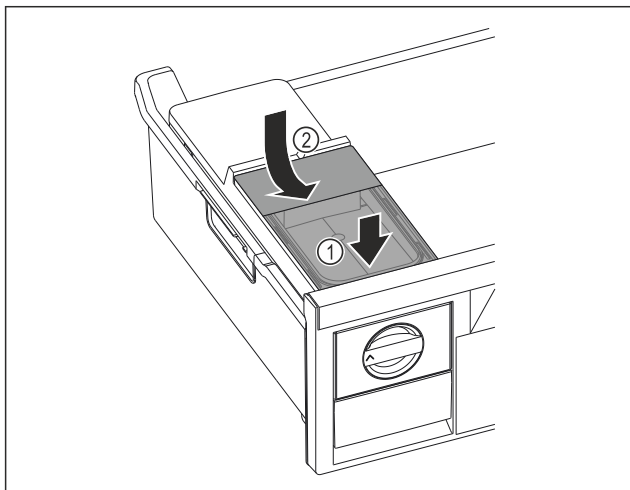

Fig. 82
- ▶ Установите бак для воды спереди. Fig. 82 (1)
- ▶ Опустить бак для воды сзади. Fig. 82 (2)